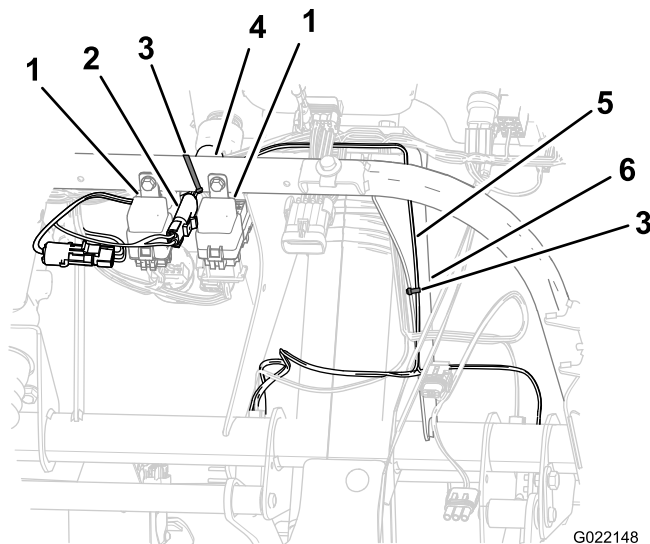

Figura 15
- A. Sujete el arnés del temporizador de retardo al tubo del chasis, en la zona entre los relés, con una brida (Figura 15).
- B. Sujete el arnés de cables del interruptor de desconexión al soporte exterior de la columna de dirección (Figura 15).